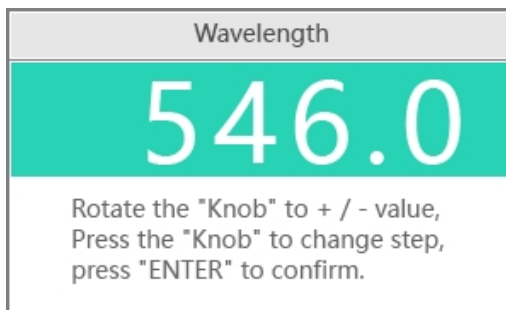

Fig. 6-13 Réglage de la longueur d'onde de mesure
- 1 Appuyer sur le bouton pour ouvrir l'interface de réglage (figure 6-13), tourner le bouton pour modifier la longueur d'onde de mesure et appuyer sur "**ENTER**" pour confirmer ;